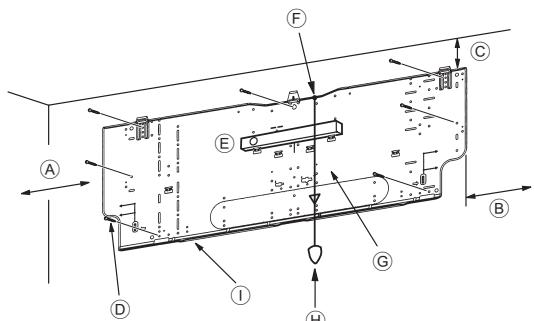
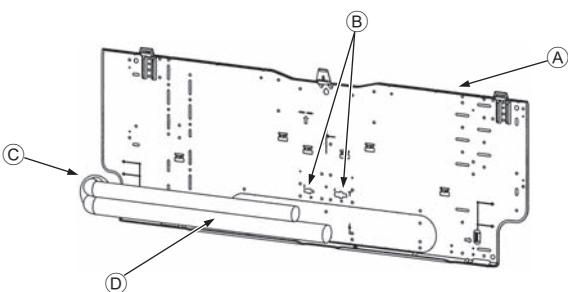

Fig. 3-4
Fig. 3-5
■ PKFY-P-VKM-E (Fig. 3-4)
- (A) Mín. 90 mm (617,6 mm ou mais com a instalação da bomba de drenagem opcional)
- (B) Mín. 200 mm
- (C) Mín. 70 mm (130 mm ou mais com a instalação da bomba de drenagem opcional e a tubagem inferior esquerda, posterior esquerda e esquerda)
- (D) Parafusos de fixação (4 x 25) ②
- (E) Nível
- (F) Aperte a rosca ao furo.
- (G) Coloque o nível encostado à linha de referência horizontal da placa de montagem e monte de maneira a ficar nivelado. Pendure um peso na rosca e alinhe com ▽ EPK da placa de montagem para permitir o nivelamento.
- (H) Peso
- (I) Placa de montagem ①
3.3. Quando incorporar os tubos na parede (Fig. 3-5)
- (A) Placa de montagem ①
- (B) Marcação de referência para ligação de afunilamento
- (C) Através do furo
- (D) Tubagem no local